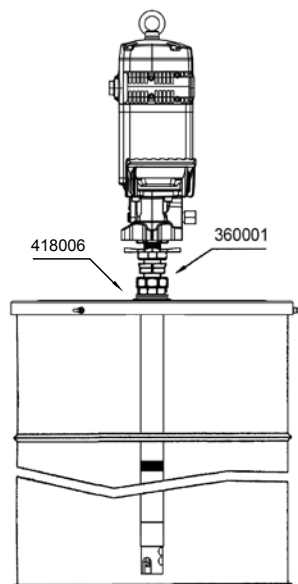

Рис. 2
- b.** Монтаж с использованием крышки (418006 для бочки 185 кг) и соединительного переходника 360001. Закрепить крышку на бочке и хорошо затянуть гайку соединительного переходника в 2" соединительном отверстии крышки. Выполнить ввод насоса через гильзу и отрегулировать ее с помощью звездочки для установки на необходимую высоту (см. рисунок 2).